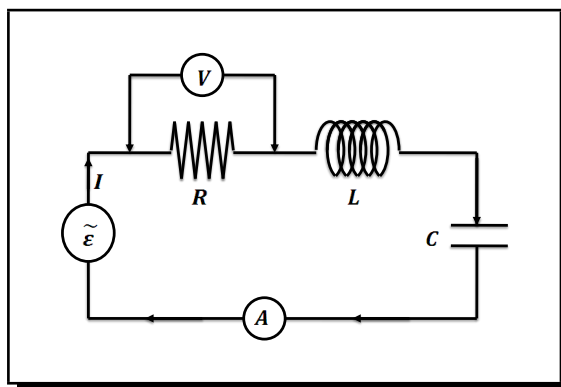

Figura 3.36: Montaje para estudiar un circuito RLC en serie
- 1 Realice el montaje de la Figura 3.36 , con los valores de  $R = 47\Omega$ ,  $L = 3\text{mH}$  y  $C = 47\mu\text{C}$ .